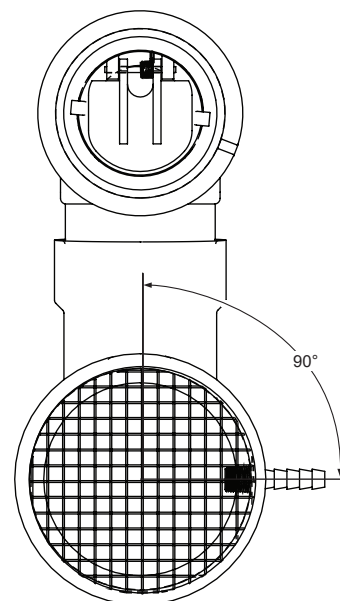

Figure 28. Orientation de l'embout cannelé de raccordement d'admission d'air - Vue de face
Le té d'admission d'air est installé avec la branche de 1/2 po et l'embout cannelé orientés vers la droite à 90° vus de face. Voir **Figure 28**.
6. Ajuster l'angle du raccord en té de telle manière que la branche de 1/2 po et l'embout cannelé soient inclinés suivant l'angle approprié, comme illustré à la **Figure 28**.